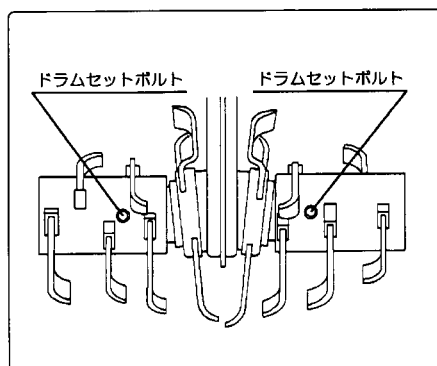

図41
- ① ドラムローター（左右）のセットボルト（左右各1本）をゆるめドラムローターを外してください。（図41）